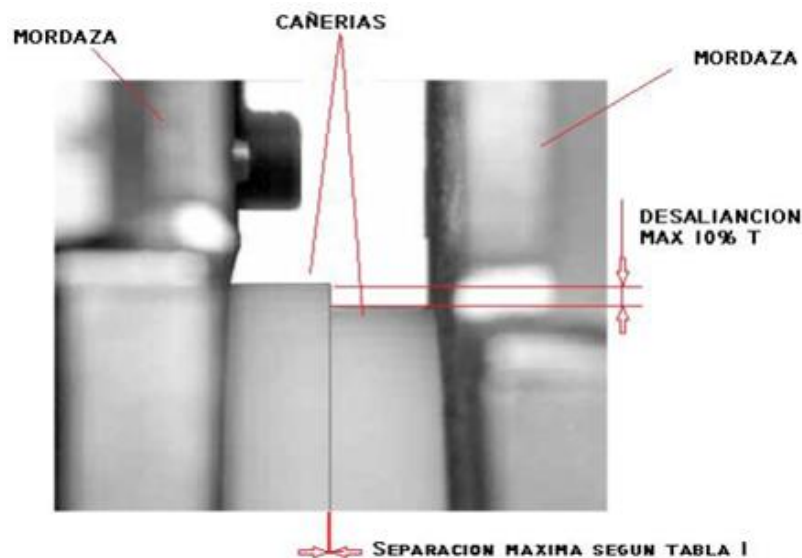

Figura 2: Desalineación y falta de paralelismo máxima entre las caras de las tuberías a termofusionar.
- Comprobar la alineación entre las secciones de las tuberías. La desalineación no puede superar el 10% del espesor de la tubería (o accesorio). Ver figura 2.